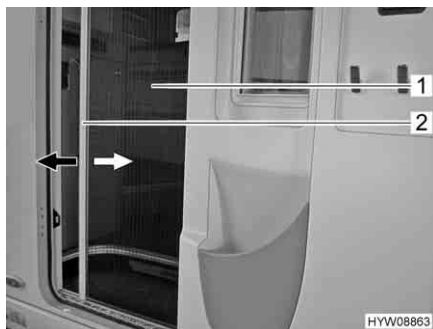

Fig. 44 Protezione contro gli insetti
- Afferrare la barra di presa (Fig. 44,2) con entrambe le mani ed estrarre con movimento uniforme la protezione contro gli insetti (Fig. 44,1) dall'alloggiamento della porta.
- Afferrare la barra di presa (Fig. 44,2) con entrambe le mani e spingere la protezione contro gli insetti (Fig. 44,1) nell'alloggiamento della porta esercitando una leggera pressione.